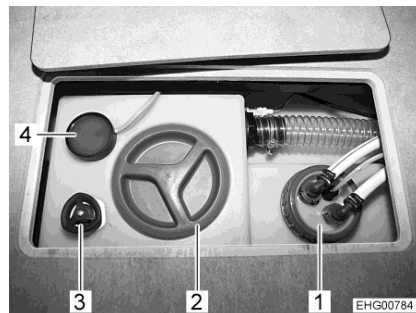

Fig. 130 Poignée tournante (réservoir d'eau)
- Faire tourner la poignée tournante (Fig. 130,3) située sur le réservoir d'eau dans le sens inverse des aiguilles d'une montre jusqu'à ressentir une résistance. L'eau s'écoule, env. 20 litres restent.
- Faire tourner à fond dans le sens des aiguilles d'une montre la poignée tournante (Fig. 130,3) située sur le réservoir d'eau.